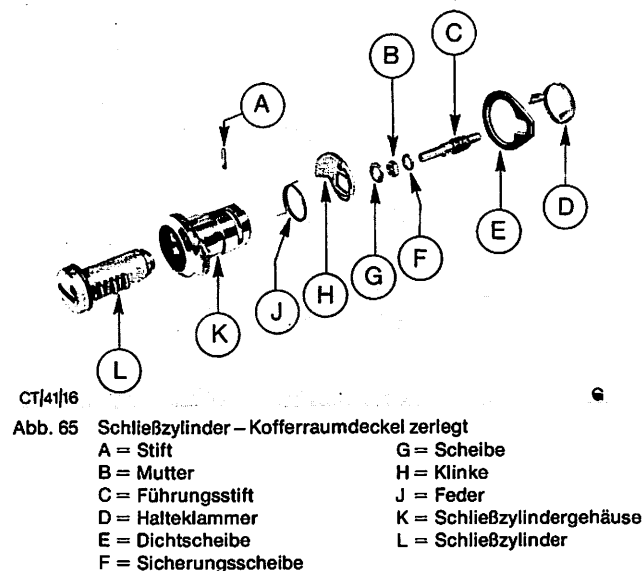

Abb. 65 Schließzylinder – Kofferraumdeckel zerlegt
1. Kofferraumdeckel öffnen und Einbaulage der Schließbügelplatte auf dem Rückwandblech markieren, 2 Schrauben entfernen und Schließbügel ausbauen. Abb. 65.